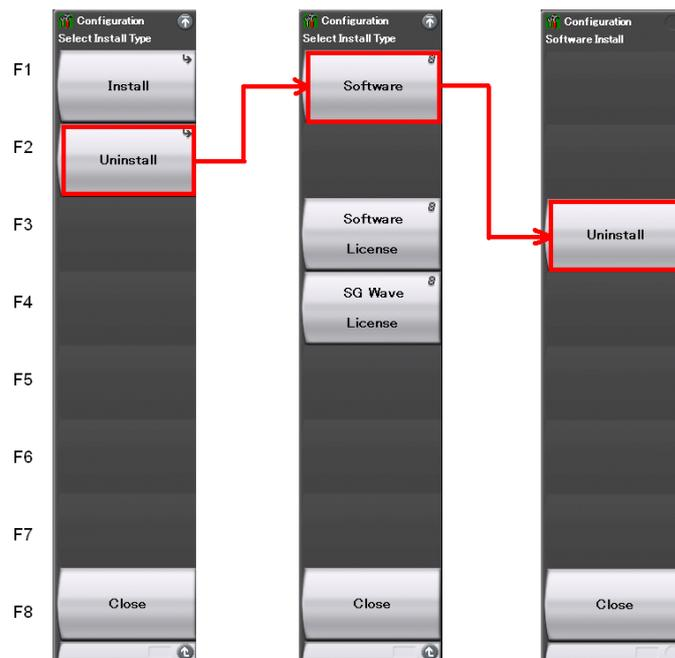

図 3.8.2-1 Software Install メニュー
2. 図 3.8.2-1 の Software Install メニュー画面が表示されるので、**F2** (Uninstall) を押します。